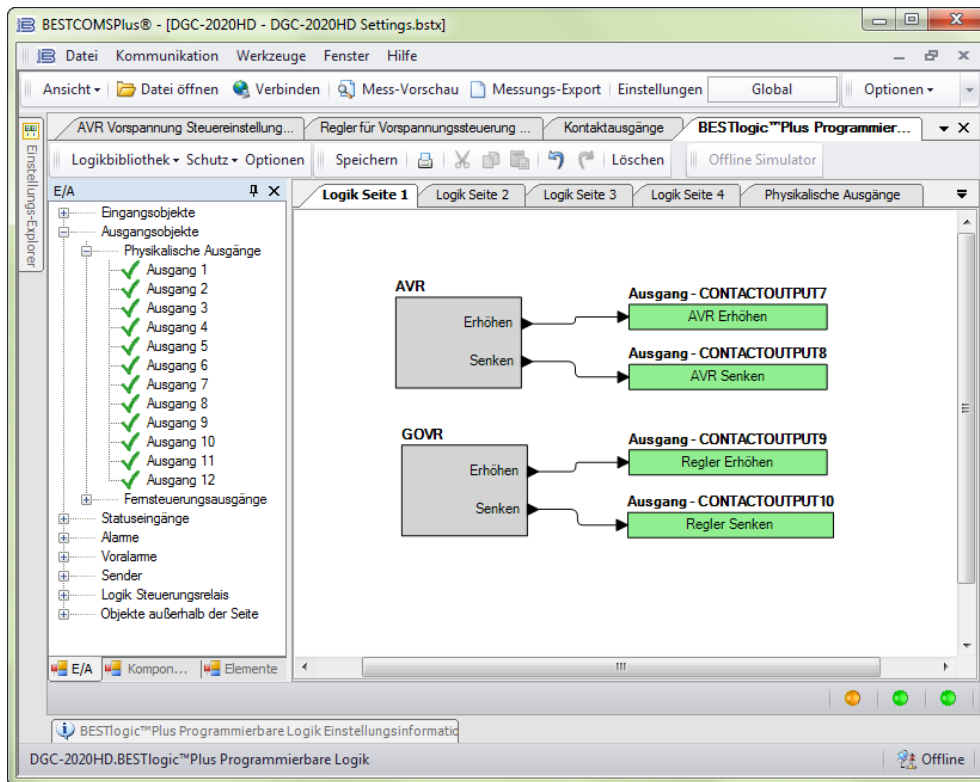

Abbildung 14-19. Einrichtung Kontaktausgang-Vorspannungssteuerung, Schritt 4.
4. Klicken Sie auf das E/A Register und ziehen Sie die in Schritt 1 zugewiesenen Ausgänge in das Hauptfenster der Logik und verknüpfen Sie diese mit den entsprechenden Ausgängen der AVR und GOV Blöcke. Siehe Abbildung 14-19.